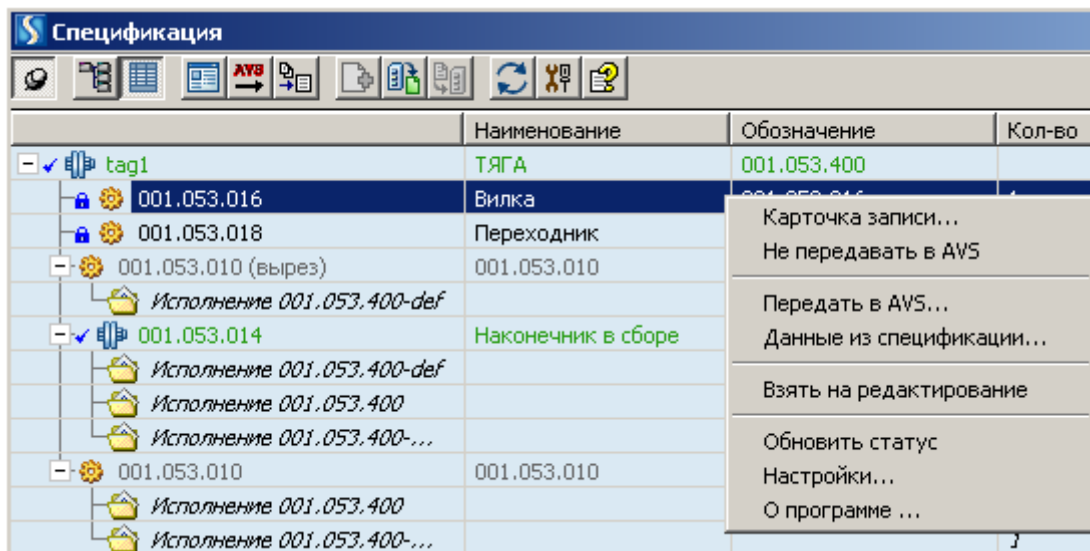

Рисунок 12.2
1. Установите курсор на требуемый компонент и из контекстного меню (см. Рисунок 12.2) выберите команду **Не передавать в AVS**.
При редактировании спецификации в AVS пользователь может добавить новые записи, для которых не создавались модели. Чтобы эти записи занести в **Дерево состава** (см. Рисунок 12.2) необходимо выбрать на панели команду «Объединить с данными из спецификации» . В модель будут добавлены виртуальные компоненты, для которых можно вынести полки на сборочном чертеже, так же, как и для реальных моделей.
Система **Cadmech SolidWorks** позволяет дополнять параметры компонентов в составе сборки параметрами из спецификации. Для передачи информации из спецификации в свойства моделей сборки выполните команду контекстного меню **Данные из спецификации...** (см. Рисунок 12.2).
4. Определите параметры компонентов сборки. Для этого вызовите из контекстного меню (см. Рисунок 12.2) команду **Карточка записи** для всех компонентов сборки: